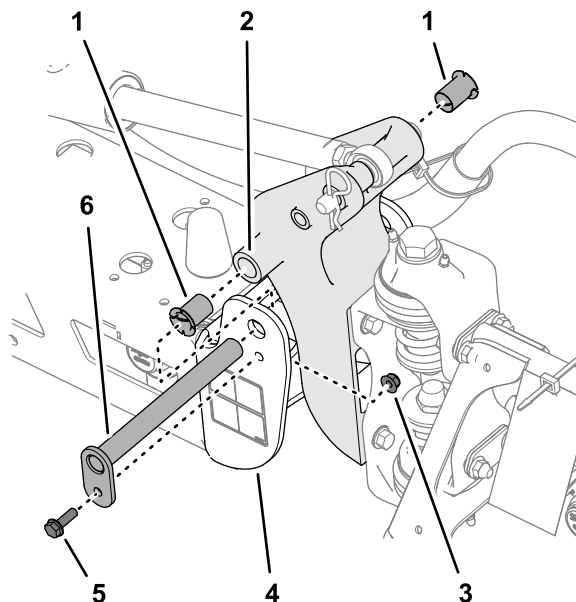

Figure 105
3. Retirez le boulon et l'écrou qui fixent l'axe de pivot, et déposez celui-ci (Figure 105).
5. Déposez et examinez les bagues en nylon à l'avant et à l'arrière du support de pivot (Figure 105).
6. Lubrifiez les bagues en nylon avec un peu d'huile et posez-les dans le support de pivot (Figure 105).
7. Alignez les trous du support de pivot et les trous du profilé d'extrémité (Figure 105).